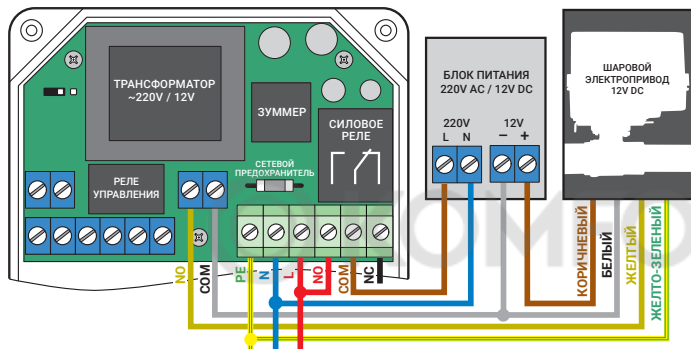

Рис. 7. Схема подключения шарового электропривода с напряжением питания 12 В
6.5. Рис. 7. Схема подключения к блоку управления шаровых электроприводов с напряжением питания 12 В. Дополнительные электроприводы подключаются параллельно.